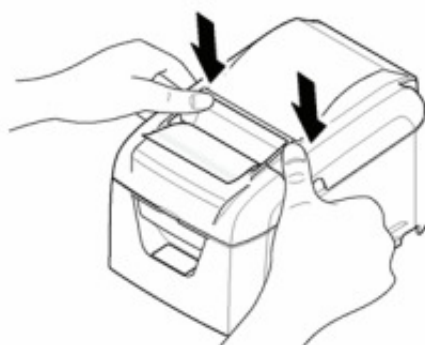

Рисунок 2.2
2. Поднять крышку корпуса (рисунок 2.2).